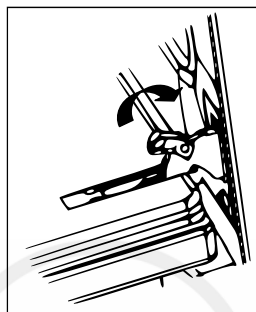

Figure 3
2. Faites pivoter les leviers vers l'arrière (Fig. 3).